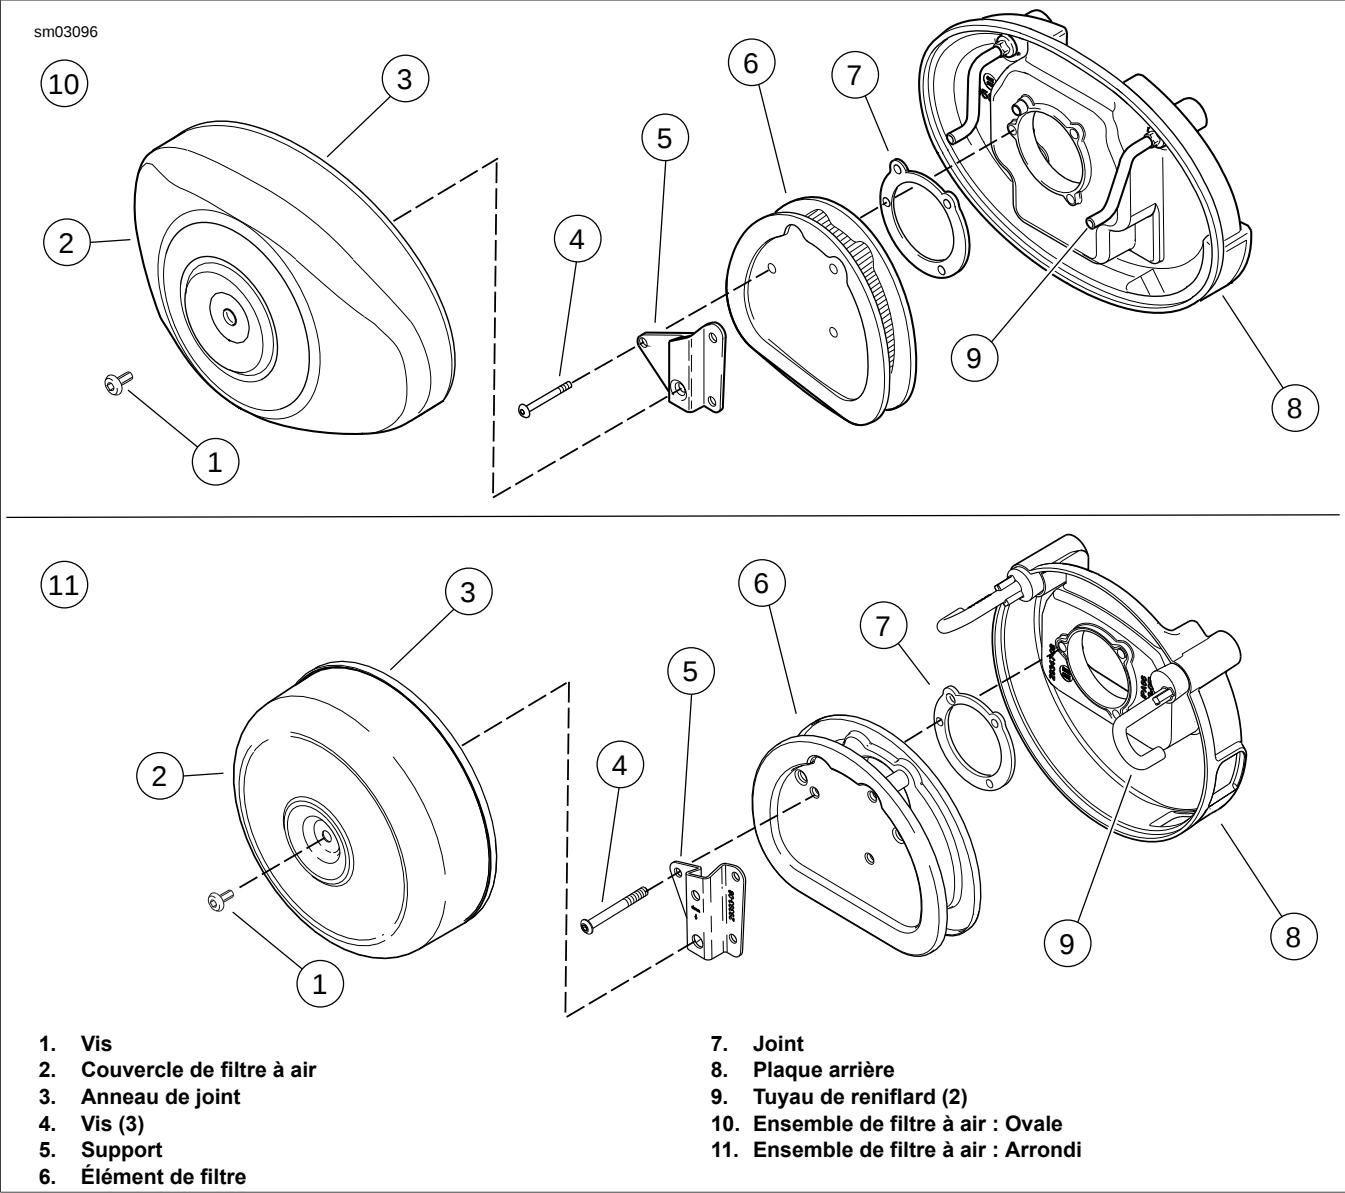

Figure 1-6. Ensemble de filtre à air
1. Voir Figure 1-6. Retirer la vis (1) et le couvercle de filtre à air (2).
2. Retirer les trois vis (4) et le support (5) de l'élément de filtre à air (6).
3. Tirer doucement les deux tuyaux de reniflard (9) en caoutchouc de l'élément. Enlever l'élément de filtre à air (6) et le joint (7).
4. Voir Figure 1-6. Installer l'élément de filtre à air et le support.
- b. Utiliser trois vis (4) pour fixer le support et l'élément de filtre. Serrer à un couple de 4,5 à 6,8 N·m (40 à 60 lb·po).
5. Installer le couvercle du filtre à air (2).
- a. Enduire les filets des vis du couvercle du filtre à air (1) d'une goutte de FREIN FILET ET PRODUIT D'ÉTANCHÉITÉ D'INTENSITÉ MOYENNE LOCTITE 243 (bleu).